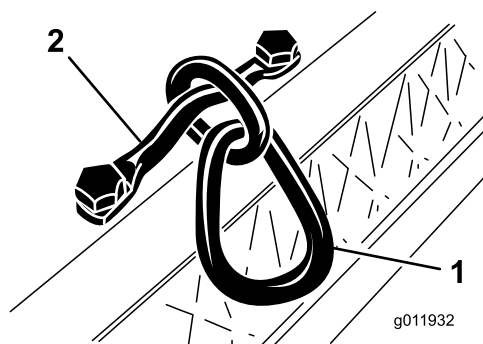

Figure 7
2. Serrez les vis à un couple de 34 à 40 N·m (Figure 7).